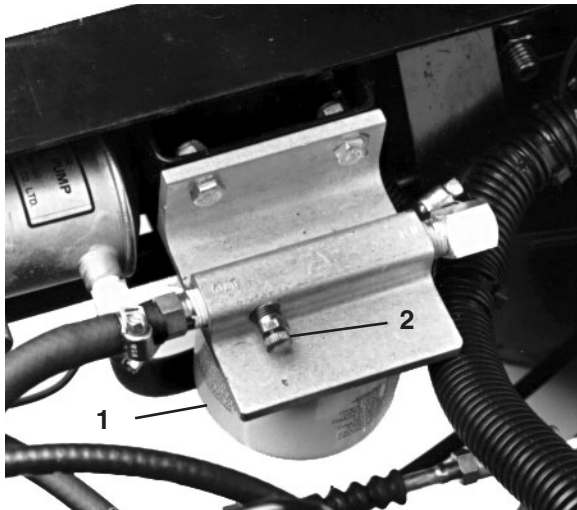

Bild 22
1. Lockern Sie die Entlüftungsschraube oben am Kraftstofffilter bzw. Wasserabscheider (Bild 22).